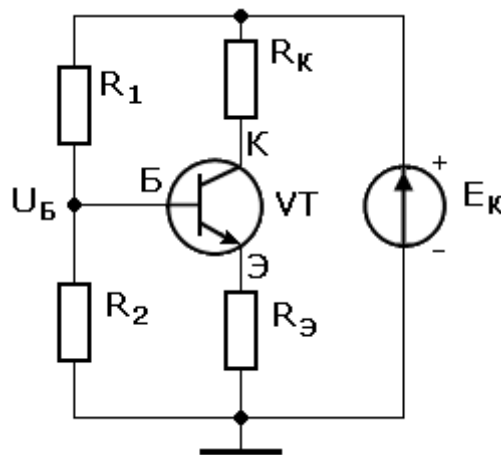

Рис.2. Схема усилителя с емкостной связью
2.1. Рассчитать и выбрать номинальные значения элементов, усилителя с ОЭ на постоянном токе (рис.2). Исходные данные (конкретные значения указываются преподавателем):